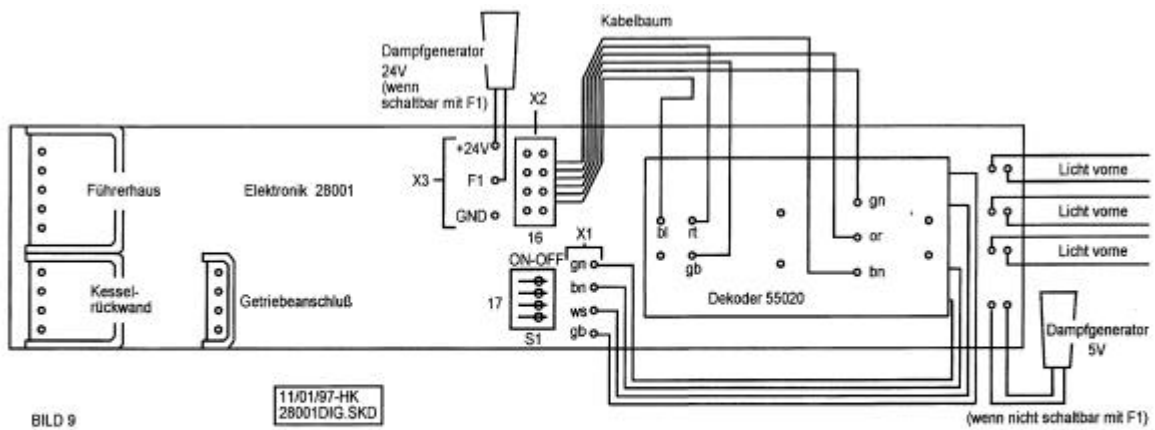

BILD 9
Der in Kürze bei LGB erhältliche Kabelbaum (16) wird so auf die Stifte der Hauptplatine gesteckt, daß das Flachbandkabel in Richtung Dekoder zeigt. Wie die Einzelstecker auf den Dekoder gesteckt werden, entnehmen Sie bitte der Anschlußzeichnung (Bild 9), anschließend müssen alle vier Einzelschalter des Schalterblocks S1 (17) in Stellung OFF geschoben wer-